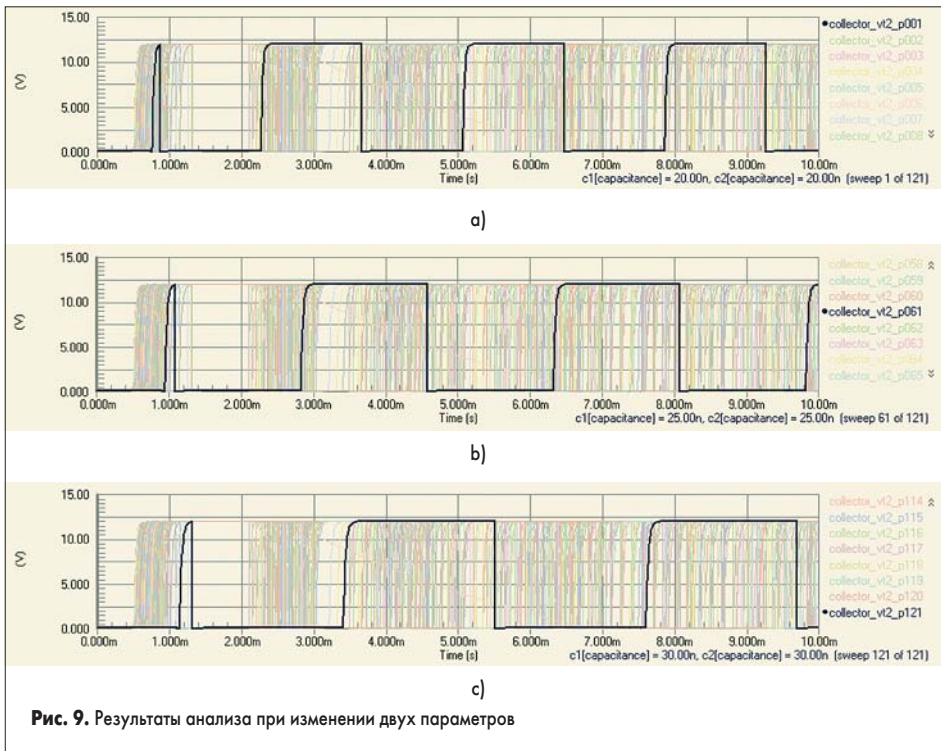

Рис. 9. Результаты анализа при изменении двух параметров
31. Щелкнем левой кнопкой мыши на имени сигнала collector_vt2_p001, показанном справа от графика. В правом нижнем углу графика появится описание выбранного сигнала: «c1(capacitance) = 20.00n c2(capacitance) = 20.00n (sweep 1 of 121)» (рис. 9, a). Это же описание будет продублировано в строке состояния.
33. Нас интересуют сигналы, полученные при одинаковых значениях емкости конденсаторов C1 и C2, поэтому найдем такой сигнал в списке (например, collector_vt2_p061) и щелкнем на его названии. В правом нижнем углу графика появится описание: «c1(capacitance) = 25.00n c2(capacitance) = 25.00n (sweep 61 of 121)» (рис. 9, б).
- Легко видеть, что период колебаний, как и ранее, с ростом емкости конденсаторов увеличился, но так как значения емкости одинаковые, скважность импульсов осталась равна 1. Максимальное увеличение периода колебаний можно наблюдать на диаграмме последнего сигнала collector_vt2_p121 (рис. 9, с).